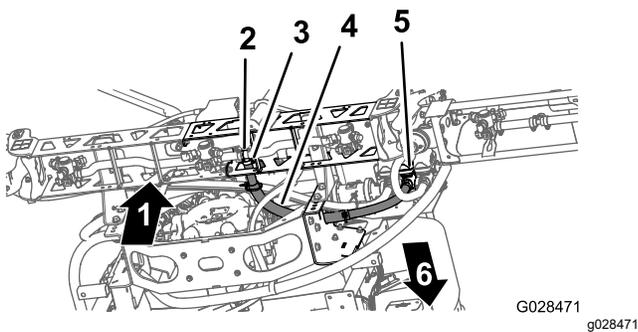

Рисунок 44
- Проложите шланг средней секции стрелы, как показано на Рисунок 44.
- Наденьте шланг секции стрелы на тройник типа «елочка» средней секции стрелы и закрепите шланг с помощью шлангового хомута (Рисунок 44).